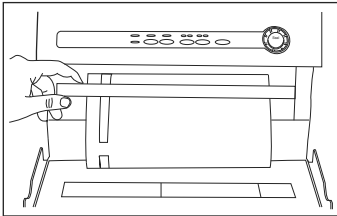

Figure 5
1. Ouvrez la porte de l'appareil et placez le rouleau dans le support de rouleau intégré. (Voir Figure 5) Pour de meilleurs résultats, insérez le rouleau avec le rabat du matériau vers le bas.
2. Soulevez la barre de coupe du rouleau et placez le matériau de sac sous la barre de coupe. (Voir Figure 5)